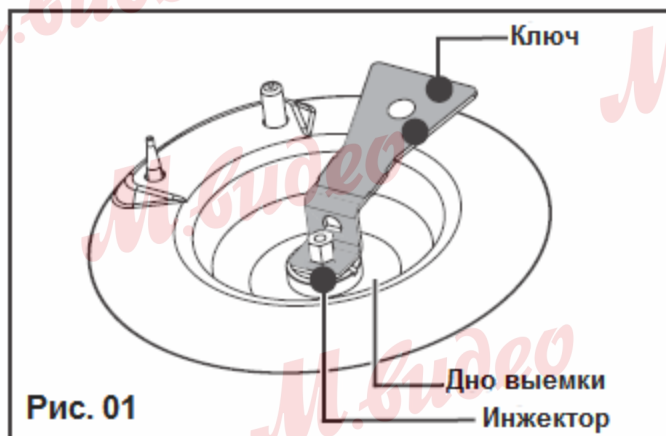
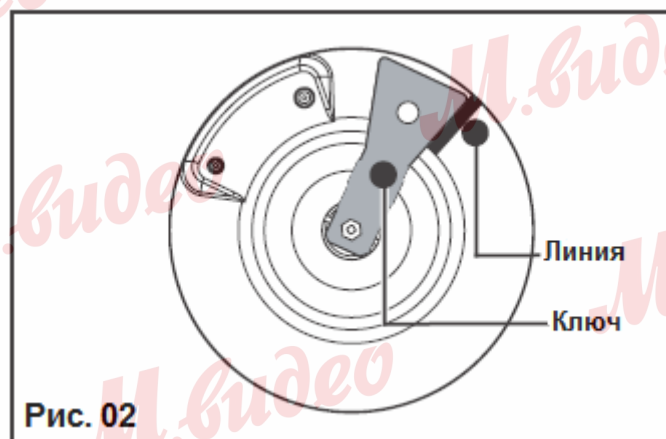

Рис. 01
Рис. 02
варочной панели не забудьте прикрепить к прибору входящую в комплект уплотнительную ленту, которая не допустит протечек между прибором и столешницей (Рис. 02).
- При желании Вы можете закрепить варочную панель при помощи входящих в комплект поставки креплений и винтов (Рис. 02), которые крепятся к корпусу в точках, обозначенных А на Рис. 01.
-Над пустым шкафом или выдвижным ящиком (Рис. 01)
- Над духовым шкафом (Рис. 01)
Рекомендуется сделать отверстие площадью 30 см² в задней части одной из сторон корпуса (Рис. 01).
При подключении проводов к источнику питания обращайте внимание на цвет каждого провода (Рис. 01).
- **Подключение посредством гибкого металлического шланга (из нержавеющей стали) с резьбовыми соединителями** (соответствующего стандарту NFD 36-125); срок службы такого шланга не ограничен (Рис. 01).
- **Подключение посредством усиленного резинового шланга с механическими резьбовыми соединителями** (соответствующего стандарту NFD 36-112); срок службы такого шланга – 10 лет (Рис. 02).
- При помощи прилагающегося ключавыкрутите инжекторы на дне каждой выемки и уберите их (Рис. 01).
- на пластине основания карандашом нарисуйте линию, как показано на Рис. 02;
- Не используйте посуду с вогнутым или выгнутым дном (Рис. 02).